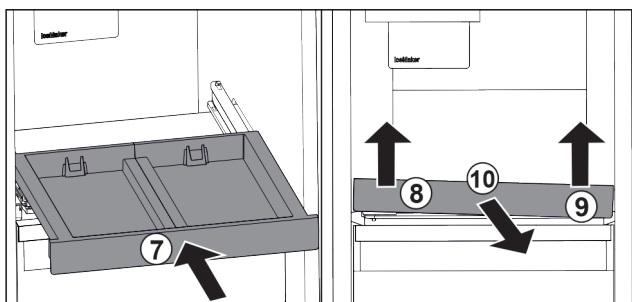

Fig. 102
- 推入拉出式搁板。 Fig. 102 (7)
- 抬起抽屉左前部。 Fig. 102 (8)
- 抬起抽屉右前部。 Fig. 102 (9)
- 向前取出拉出式搁板。 Fig. 102 (10)